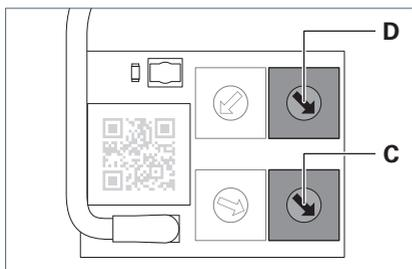

Fig. 7: Deux codeurs rotatifs pour l'affectation aux groupes.
- ▶ Pour affecter le luminaire à un groupe et un seul, réglez les deux codeurs rotatifs **C** et **D** sur la même adresse de groupe, voir Fig. 7.